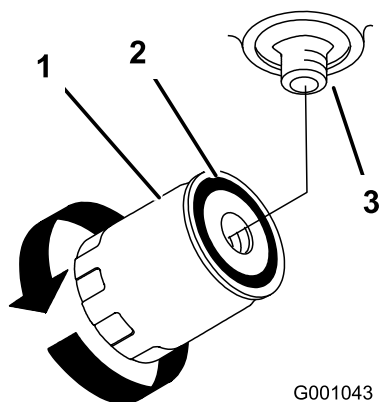

Figura 75
- Togliete il filtro usato e tergete la superficie della guarnizione dell'adattatore del filtro (Figura 75).
- Girate il filtro in senso orario finché la guarnizione di gomma non tocca l'adattatore, quindi serrate il filtro di un altro mezzo giro (Figura 75).